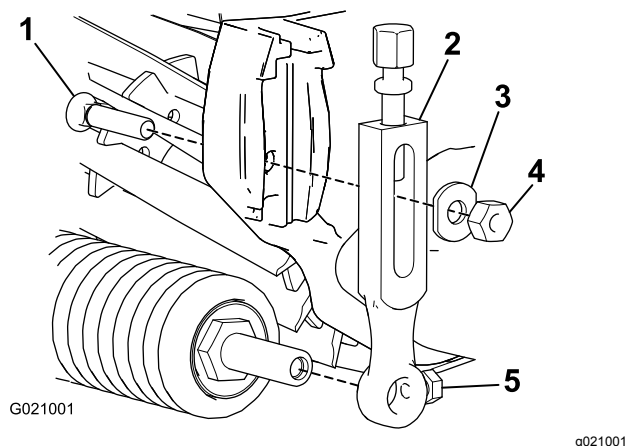

Figura 1
1. Rimuovete il bullone della lama, la rondella e il dado che fissano uno dei bracci di regolazione dell'altezza di taglio alla piastra laterale dell'apparato di taglio (Figura 1).
2. Allentate le viti per il montaggio del rullo nei bracci dell'altezza di taglio (Figura 1).
3. Fate scorrere il braccio dell'altezza di taglio dall'albero del rullo (Figura 1).